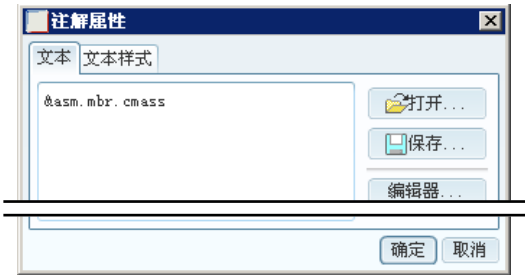

图 7.7.6 “注解属性”对话框
Step1. 单击位于“单件”上一行的单元格，右击，在弹出的快捷菜单中选择 **属性 (C)** 命令，系统弹出图 7.7.6 所示的“注解属性”对话框。